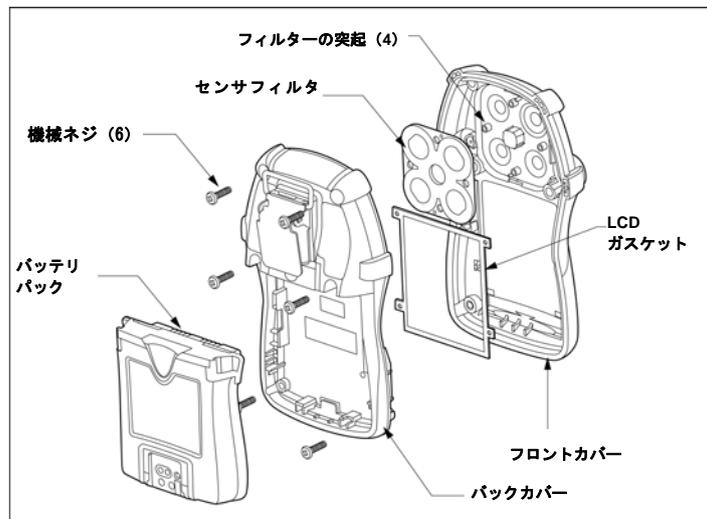
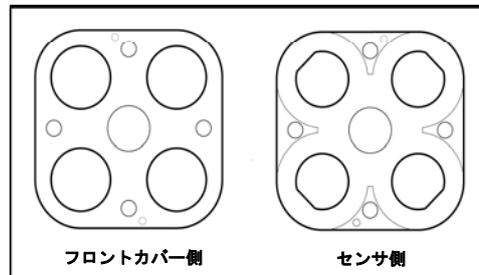

図 24 センサフィルターの交換
図 25 センサフィルターを正しく挿入
センサフィルターを交換するには、「図 24」、「図 25」と次の手順 1~9 を参照してください。
6. 新しいフィルターを挿入する前に、「図 25」を参照してください。フィルターが水平になるようにして、穴とフィルターの突起の位置を合わせます。